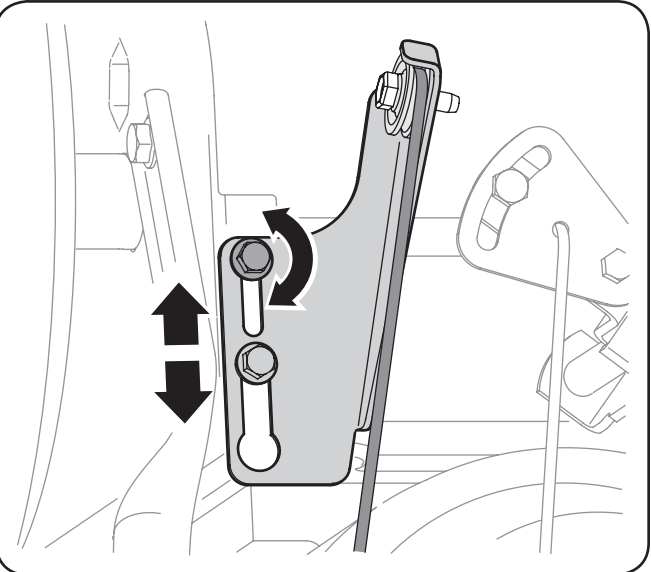

Figure 6-5
2. Desserrez le vis à six pans inférieur sur le support du câble de la transmission. Voir la Fig. 6-5.